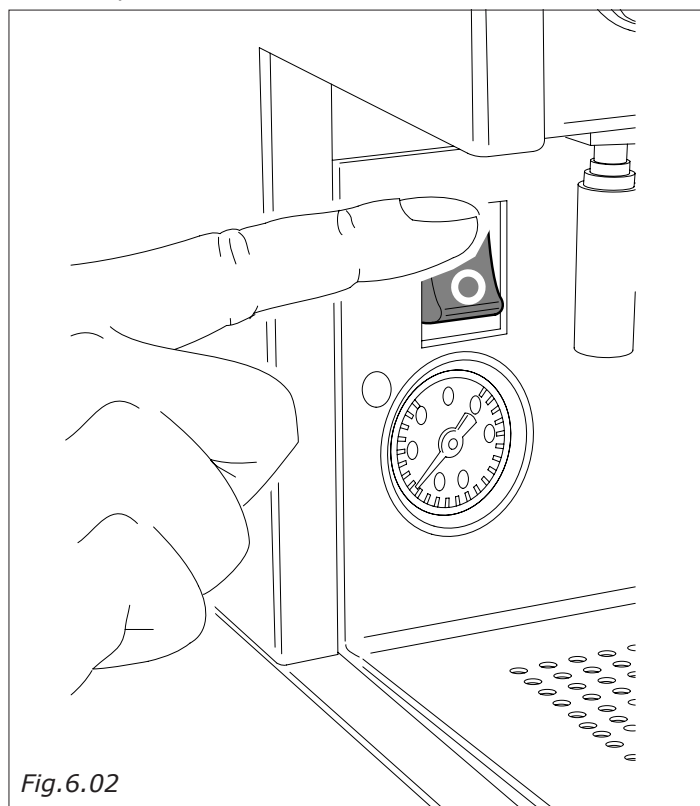

Fig. 6.02
- En positionnant l'interrupteur général (Fig.6.02) sur I le voyant de l'interrupteur va s'allumer.